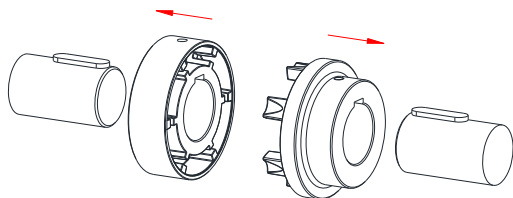

Fig. 6 : Montage des moyeux
- Monter les moyeux sur l'arbre moteur et récepteur (voir fig. 6).
- Monter le moyeu femelle sur l'arbre récepteur (voir fig. 6).